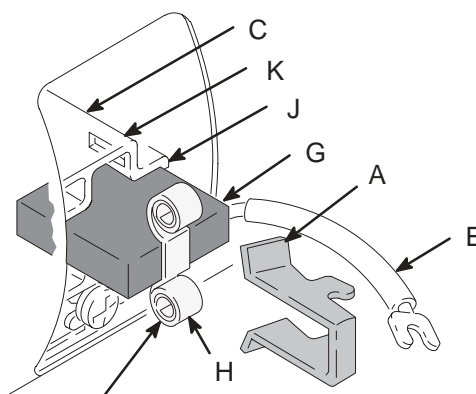

Fig. 6 **LEGG MERKE TIL SPIRALFJÆRENS RETNING** 01227
7. Fig. 6. Monter den nye børsten (G) med ledningen i den lange slissen (J) i børsteholderen (C).
9. Fig. 6. Sett fjæren (H) på børsten (G).
10. Fig. 6. Installer fjærklemmen (A) og press den ned for å huke den inn i de korte slissene (K) i børsteholderen (C).